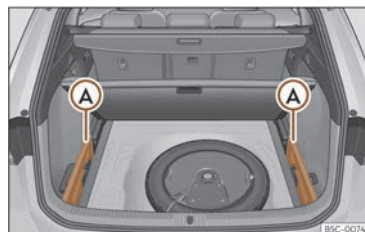

Fig. 177 Al maleters: allotjament per guardar la safata enrotllable.
- Traieu les tapes esquerra i dreta >>> **fig. 177**